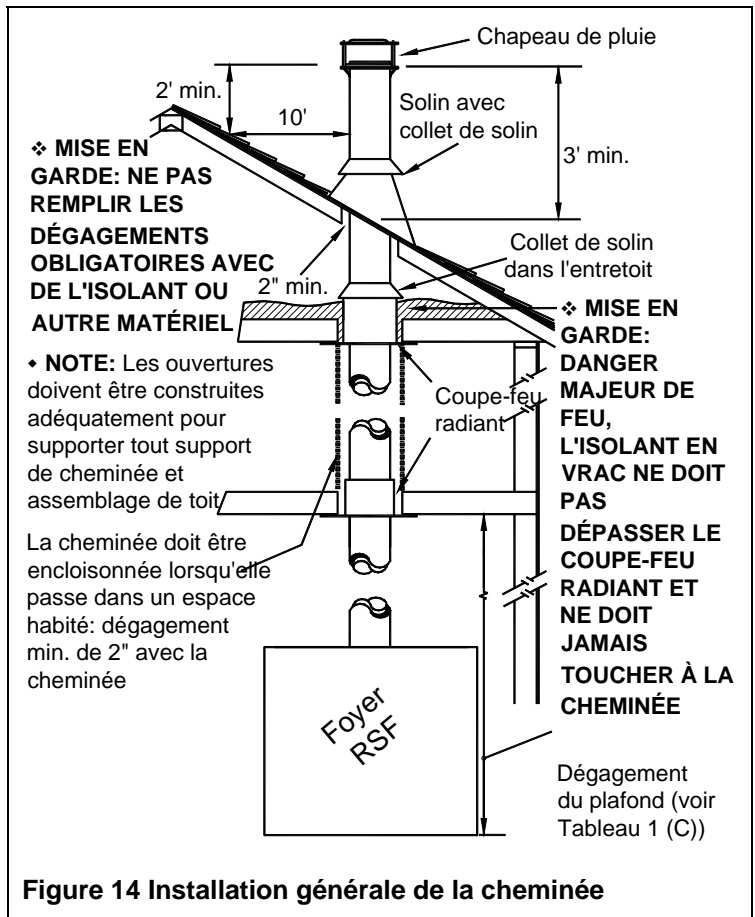

Figure 14 Installation générale de la cheminée
2. Installez, en dessous de chaque plancher/plafond traversé par la cheminée, un coupe-feu radiant. Au niveau de l'entretoit, installez un coupe-feu radiant et un collet de solin tel qu'illustré à la Figure 14.